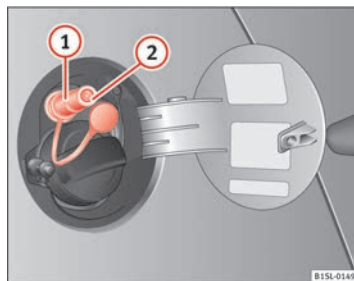

Fig. 108 Tapa del depósito abierta: boca de carga de gas ①, retén de la boca de carga ②. ►
- Destape la boca de carga de gas ⇒ fig. 108 ①.